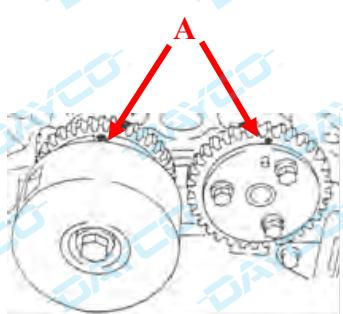
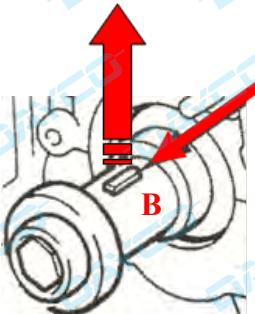

Рис. 1
Рис. 2
- Проверьте правильность положения валов двигателя - метки звездочек распределительных валов (A) и шпонка (B) коленчатого вала должны быть расположены вертикально вверх (Рис. 1 и Рис. 2).